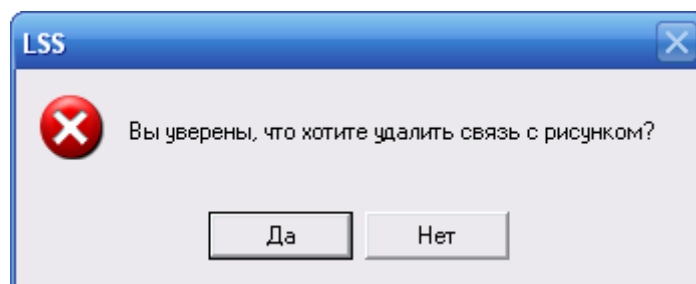

Рис. 4-33
1. На вкладке **Иллюстрация** выделите рисунок и нажмите на кнопку **Удалить связь**. При этом появится сообщение, представленное на рис. 4-33.